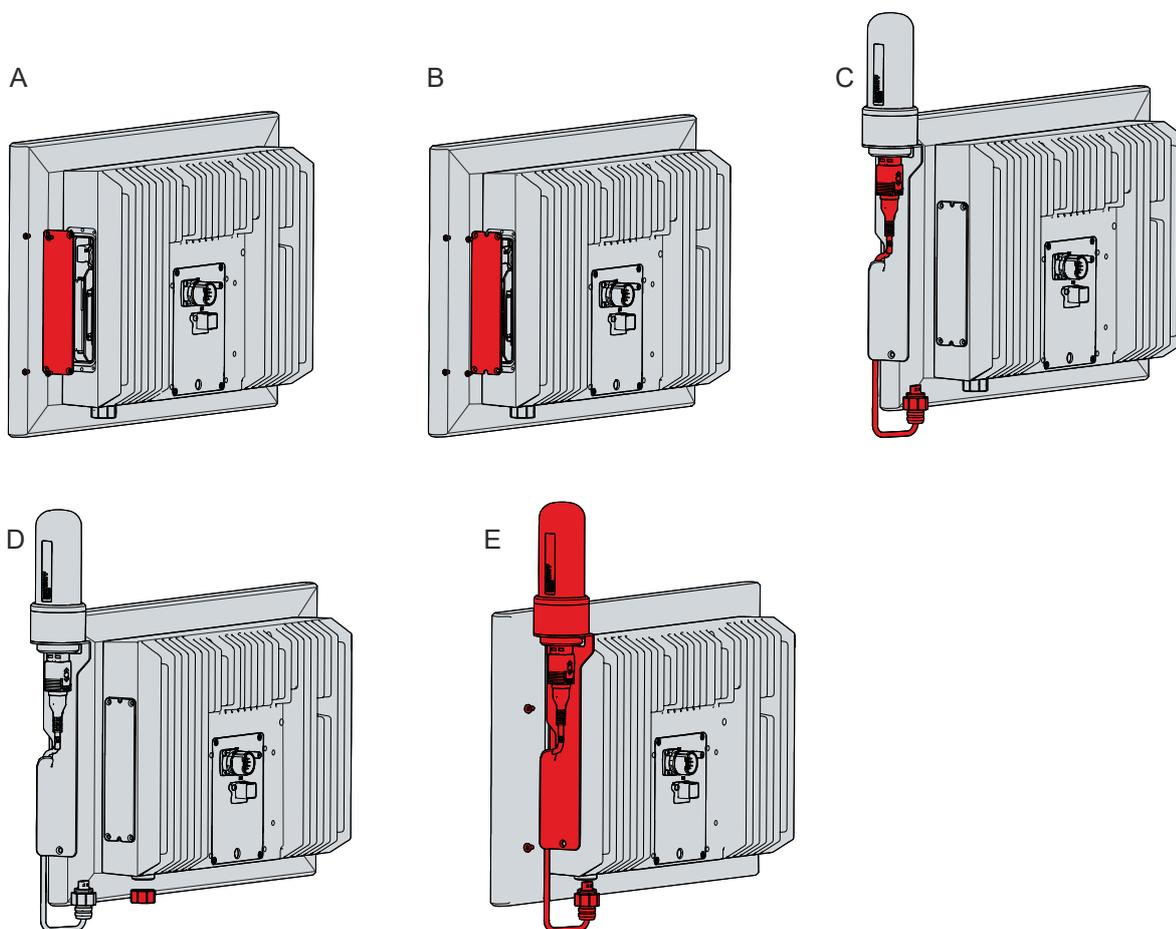

Abb. 30: CP32xx-1600_Montage Gehäusedom
Sowohl den Griff (1) als auch die Ablage (2) montieren Sie an der Unterseite des Panel-PCs anhand von drei M5-Schrauben. Dafür sind drei M5-Gewindelöcher vorhanden (siehe Abb. 30).